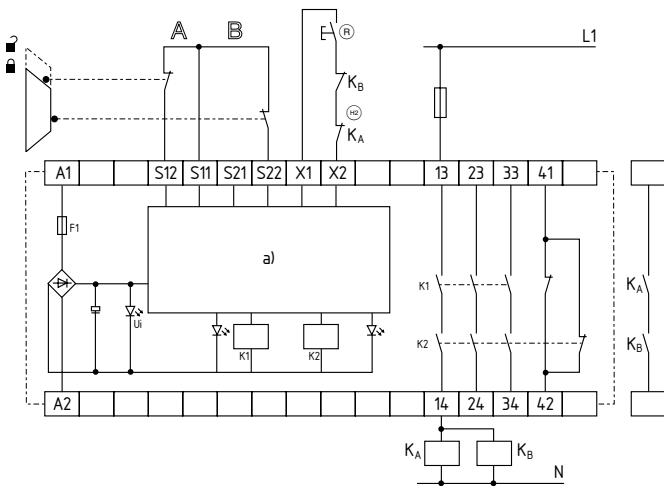

Fig.2
**Comando de dois canais, representado no exemplo de uma monitorização de porta de proteção com dois interruptores de posição, sendo um contacto de rutura positiva; com botão externo de Reset  $\text{\textcircled{R}}$  (ver Fig. 2)**